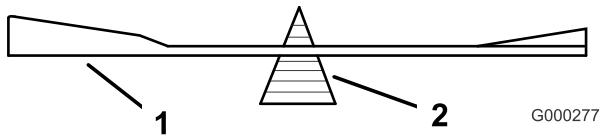

Bild 94
2. Prüfen Sie die Auswuchtung des Schnittmessers auf einer Ausgleichsmaschine (Bild 94).